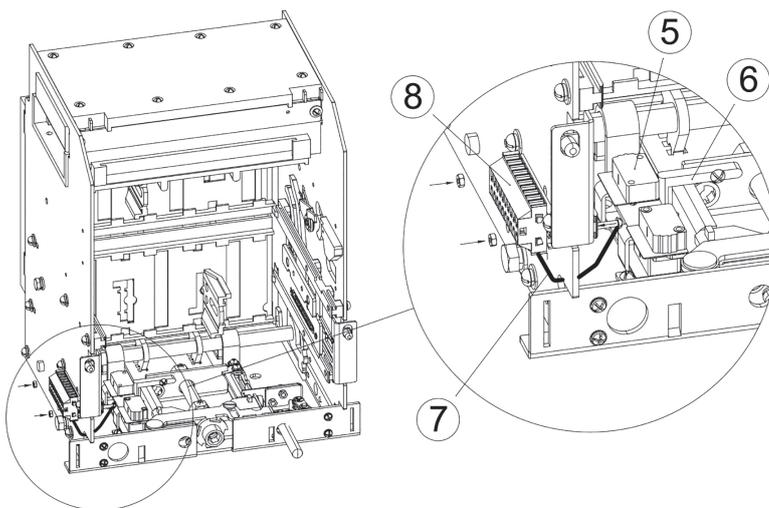

Рисунок 2 – Установка контакта сигнализации положения выключателя в корзине
- закрепить основание с микропереключателями (5) двумя винтами M4x7 на дно фиксированной части (рисунок 2). Момент затяжки составляет 1,5 Н·м;
- закрепить толкатель (6), используя винт M4x10, на скобу каретки (рисунок 2). Момент затяжки составляет 1,5 Н·м;
- проложить провода (7) по дну корзины и завести в технологическую прорезь в левой боковине корзины, предварительно распределив их в одной плоскости для удобной манипуляции (рисунок 2);
- установить клеммную колодку (8), используя винты M3x12 и гайки M3, на левую боковину корзины. Момент затяжки составляет 0,8 Н·м (рисунок 2);